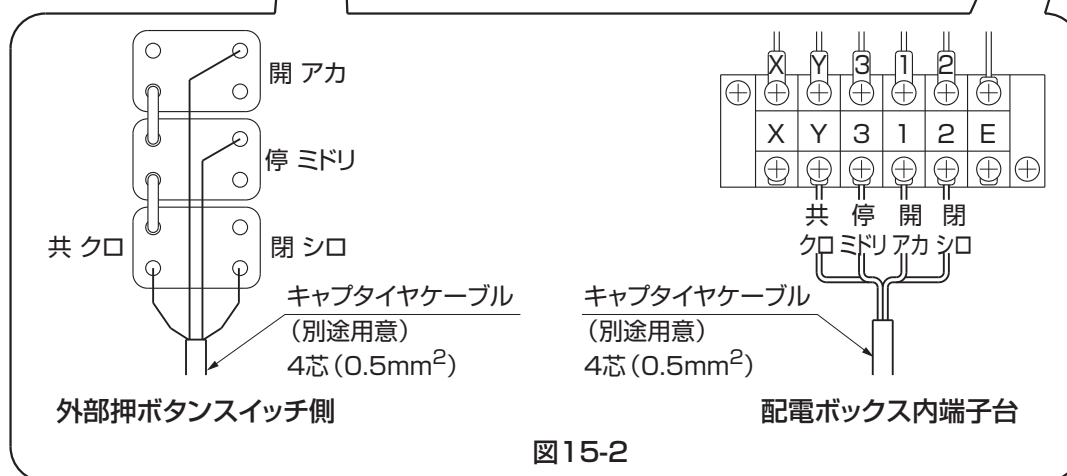

図15-2
- ②配電ボックス内の端子台にキャプタイヤケーブル(4芯)を接続してください。(図15-2参照)
- ③外部押ボタンスイッチ側の端子台にキャプタイヤケーブル(4芯)を接続してください。(図15-2参照)